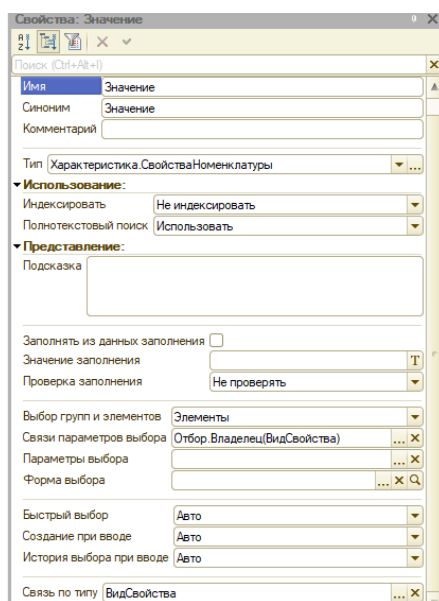

Рис. 9.1 Свойство ресурса «Значение регистра сведений»
9. Заполните еще одно свойство – **Связи параметров выбора**. Для этого нажмите кнопку выбора у этого свойства и перенесите из списка доступных реквизитов в список параметров измерение регистра **ВидСвойства** (рис. 9.1).